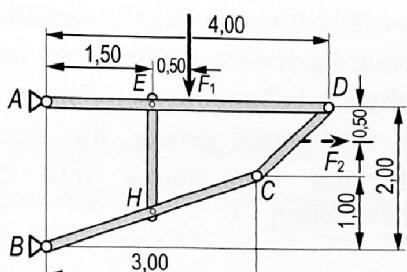

Bild 6.20: Tragwerk
8. Man bestimme die Auflager- und Gelenkkräfte der in den **Bildern 6.17 bis 6.20** dargestellten Tragwerke. Bei dem in **Bild 6.20** dargestellten Tragwerk betrachte man zwei Belastungsfälle: 1. Belastung durch die Kraft $F_1 = 30 \text{ kN}$; 2. Belastung durch die Kraft $F_2 = 20 \text{ kN}$